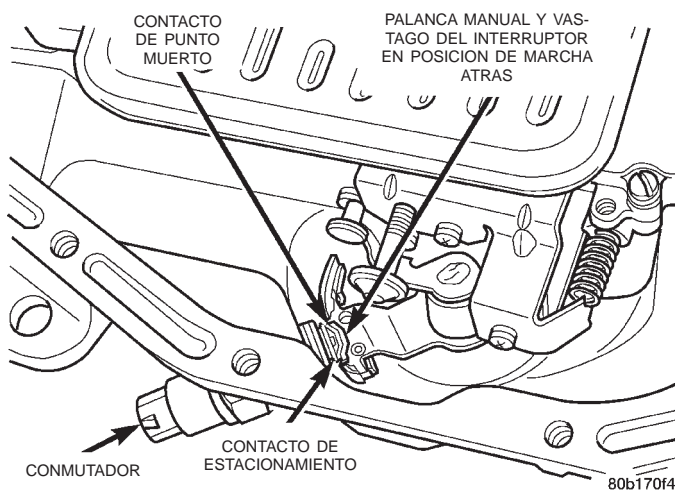

Fig. 24 *Conmutador de posición estacionamiento/punto muerto*
- (1) Desplace la palanca de cambios a las posiciones PARK y NEUTRAL. Verifique que las garras de la palanca de accionamiento del conmutador estén centradas en la abertura del conmutador de la caja (Fig. 24).